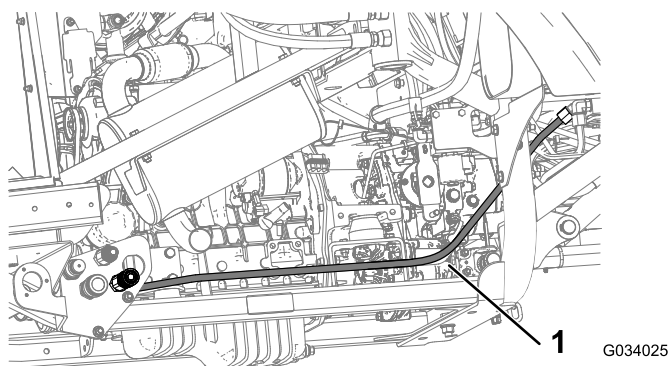

図 24
4. 45°フィッティングからの油圧ホースFを、バルクヘッドアセンブリのクイックカップリングフィッティング 1/2 x 1/2 インチ、メスにあるバルクヘッドユニオン 2.57 インチに図 24のように取り付ける。